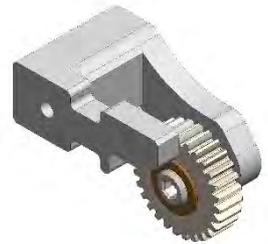

Figure 28
- 1401.200-008 → Module de rotation horaire. Fig.28.